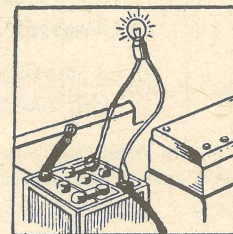

Fig. 52 — Verificação do estado duma bateria por meio duma lâmpada de prova
- 1) Liga-se sucessivamente a cada elemento uma lâmpada de lanterna de bolso (de 3,5. V.: fig. 52).